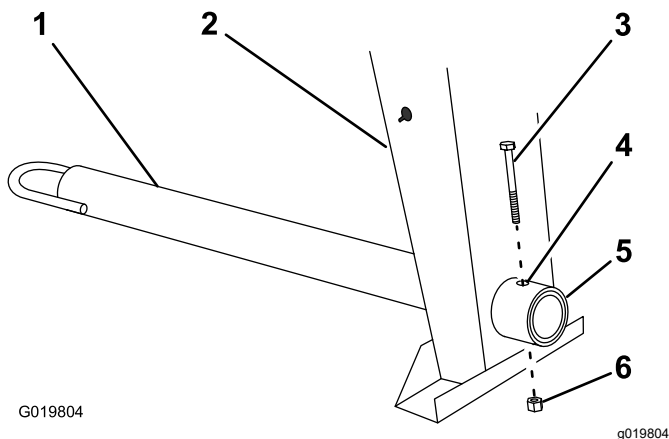

Figure 4
1. Retirez le boulon et l'écrou de la barre de remorquage (Figure 4).
2. Glissez la barre de remorquage en avant et alignez le trou de la barre sur le trou de raccordement du cadre (Figure 4).
3. Insérez le boulon dans les trous du raccordement du cadre et de la barre (Figure 4).
4. Vissez l'écrou sur le boulon et serrez jusqu'à ce qu'ils soient solidement appuyés contre le raccordement du cadre (Figure 4).